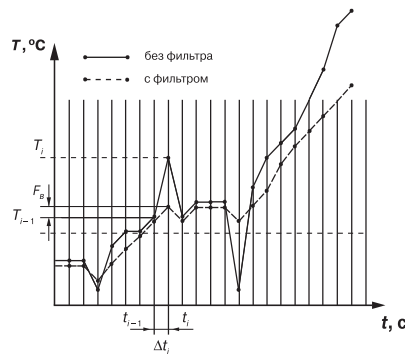

Рис. 3
3.2.4.2. Во-первых, фильтр устраняет сильные единичные помехи (рис. 3).
Если измеренное значение T_i отличается от предыдущего T_{i-1} на величину, большую, чем значение параметра F_ϕ (заданная «полоса фильтра»), то прибор присваивает ему значение равное $T_{i-1} + F_\phi$ (рис. 3). Таким образом характеристика сглаживается.
Как видно из рис. 3, малая ширина полосы фильтра приводит к замедлению реакции прибора на быстрое изменение входной величины. Поэтому при низком уровне помех или при работе с быстроменяющимися процессами рекомендуется увеличить значение полосы фильтра или отключить действие этого параметра. При работе в условиях сильных помех для устранения их влияния на работу прибора необходимо уменьшить значение в параметре «полоса фильтра».